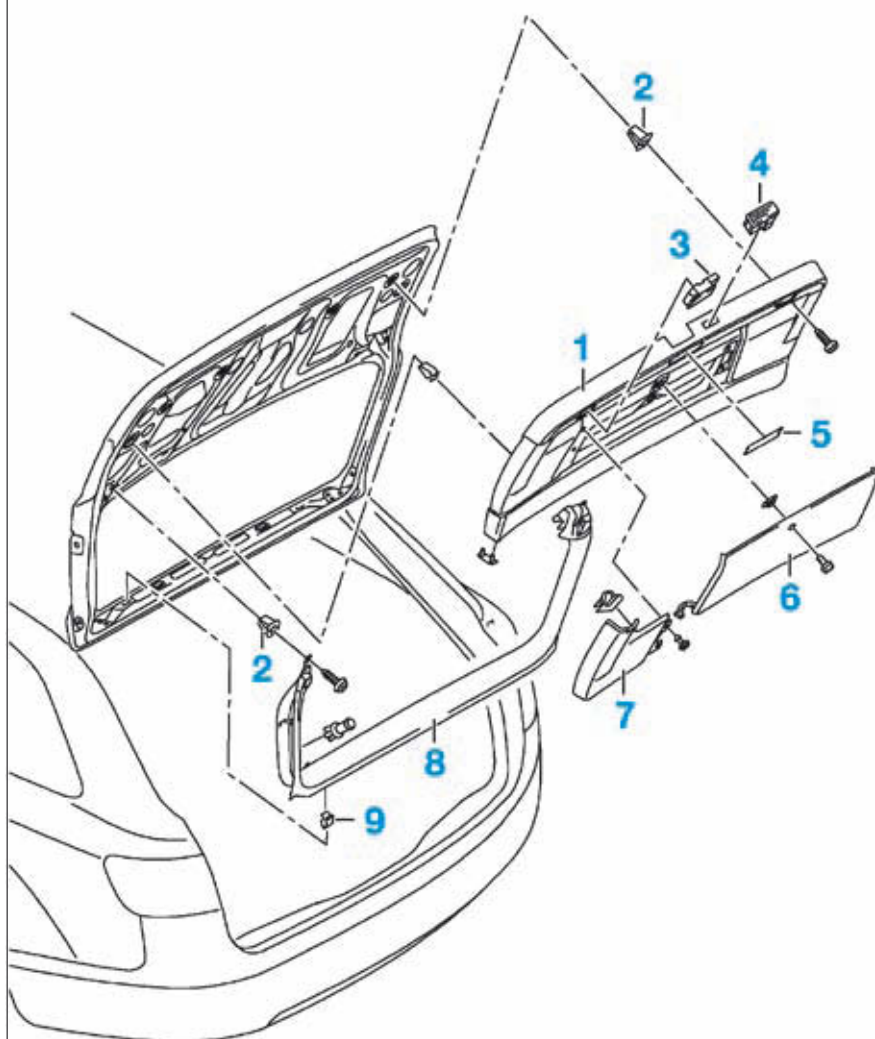

FIG. 48
- Dégrafer la garniture arrière (flèches) (Fig.48).